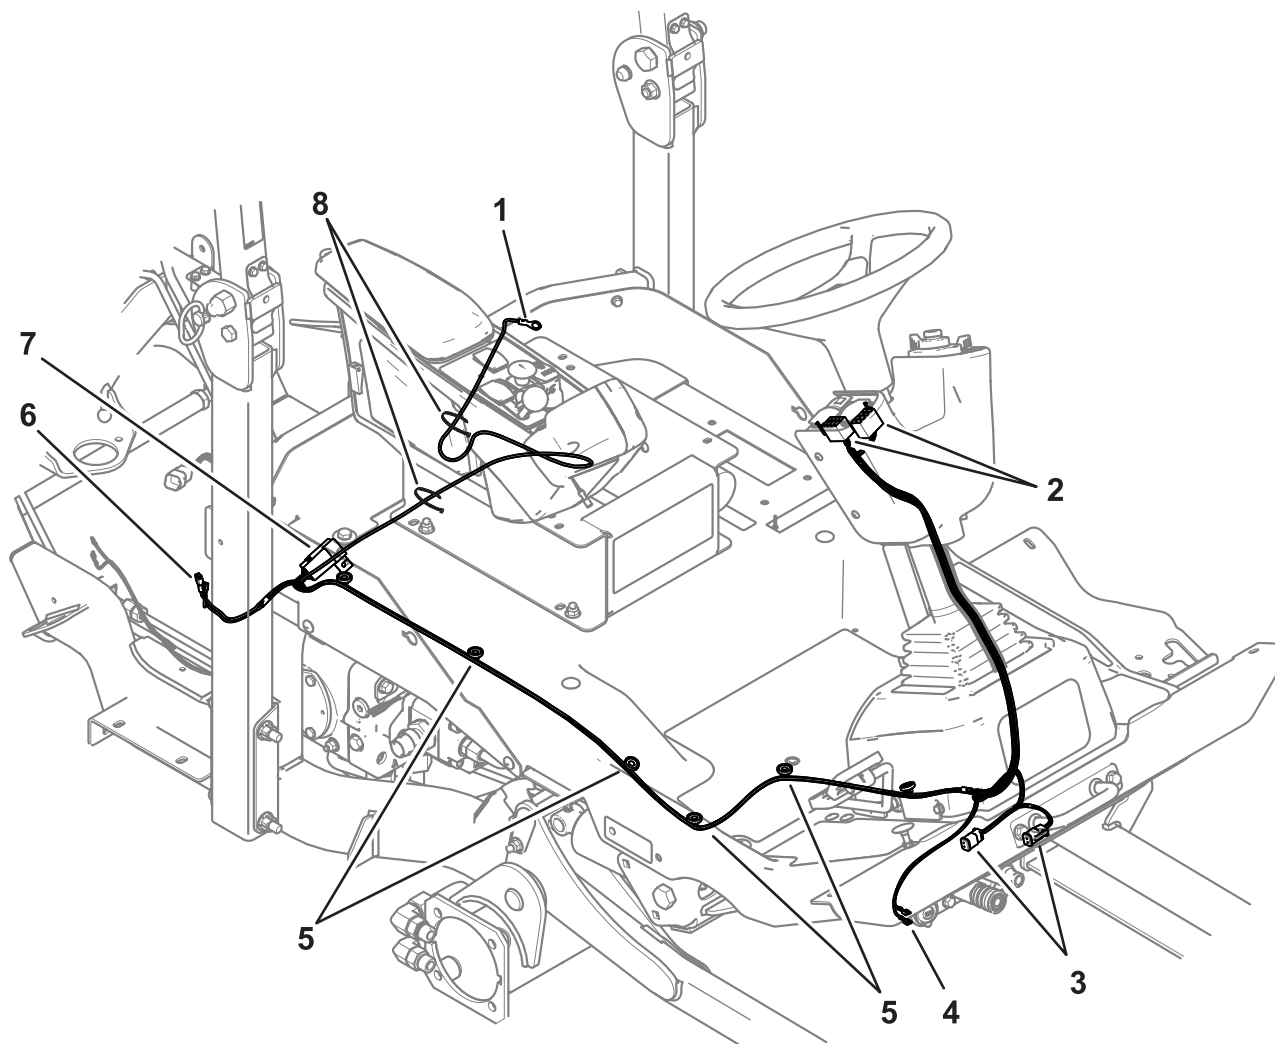

Рисунок 8
8. Подсоедините жгут проводов к гнезду питания 12 В (Рисунок 8).
9. Подсоедините жгут проводов к разъемам электромагнита из комплекта (Рисунок 8).
10. Проложите жгут проводов вдоль рамы машины, используя магнитные фиксаторы для крепления его на месте (Рисунок 8).
11. Подсоедините разъем питания жгута проводов к разъему питания кабины на главном жгуте проводов машины, расположенному рядом с правой стойкой защитной дуги около шкива насоса (Рисунок 8).